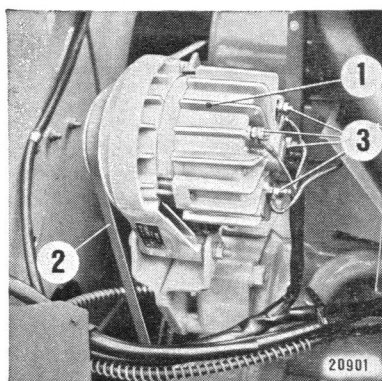

Fig. 91
3. Pour le cas où le moteur serait démarré à partir d'une source de courant autre que la propre, avoir soin, avant de brancher la source étrangère, de débrancher les bornes ⑤ du régulateur de tension ④ (la propre génératrice ne fournissant alors pas de courant)!
6. Retenir que les connexions (③ — fig. 91) sur l'alternateur aussi bien que sur le régulateur de tension ⑤ doivent toujours être bien réalisées, des contacts vacillants sont des sources de fortes résistances aux points de transition et perturbent le fonctionnement du régulateur de tension.